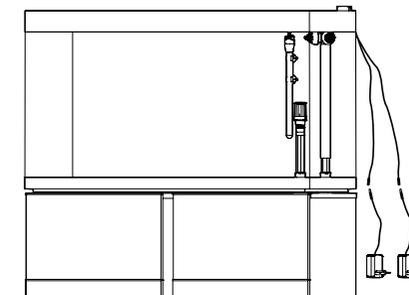

Fig. 9
- Conecta el módulo de iluminación al controlador LED mediante el conector (Fig. 9).